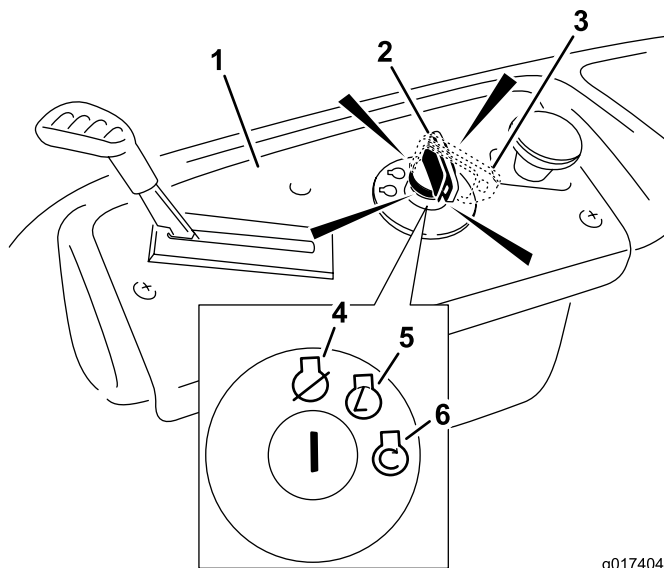

Figura 14
- Girate la chiave di accensione in posizione Start per attivare il motorino di avviamento (Figura 14).
4. Girate la chiave di accensione in posizione Off (Figura 14) e toglitela.